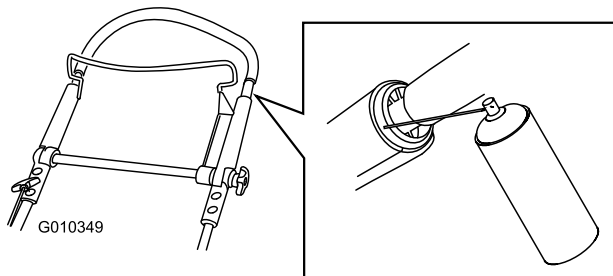

Bild 42
1. Sprühen Sie die äußeren Kunststoffenden des inneren Bügels ein (Bild 42).